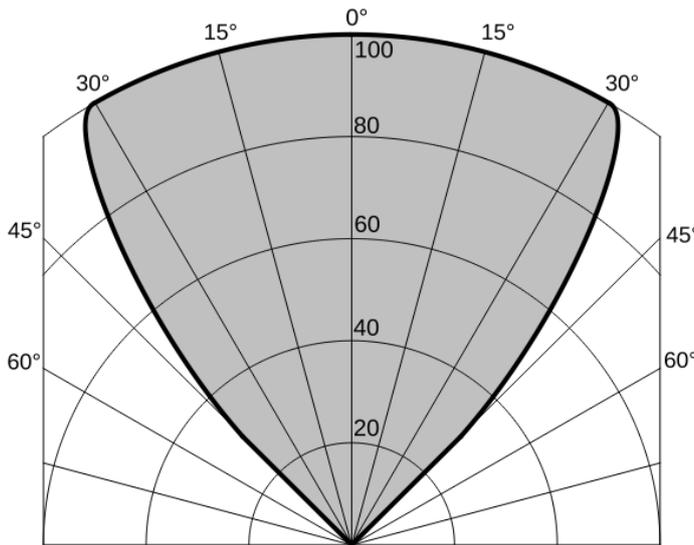
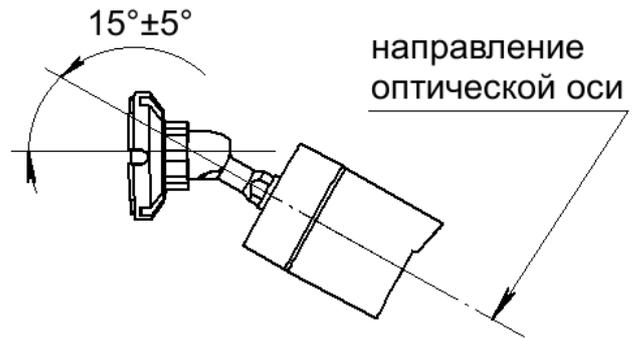

Рисунок 3 – Диаграмма чувствительности извещателя (в процентах от максимального значения)
Рисунок 4 – Положение извещателя при монтаже относительно горизонта
- расположение и нацеливание извещателя должно быть произведено с учётом чувствительности и угла обзора извещателя (рисунок 3) на наиболее вероятный источник возгорания, помимо этого для предотвращения скопления влаги на извещателе его ориентация относительно горизонта должна быть не менее 10 градусов по направлению к земле (рисунок 4);